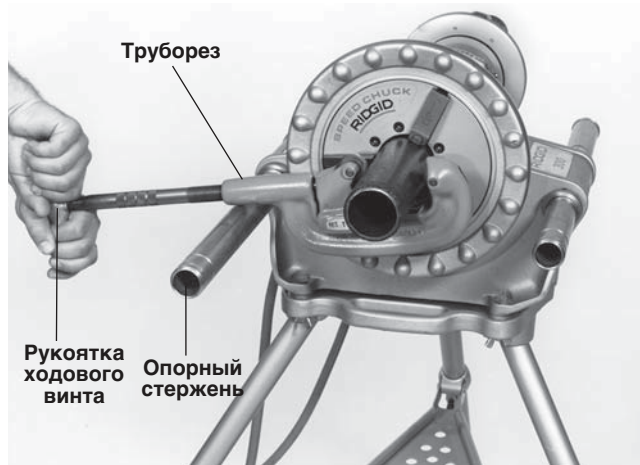

Рисунок 5 – Резание трубы ручным труборезом
2. Выровняйте ролики по отметке на трубе и установите корпус трубореза на левый опорный рычаг (рисунок 5). Вручную затяните труборез на заготовке с помощью рукоятки ходового винта, во время этого процесса режущие ролики должны находиться вровень с отметкой.
5. Обеими руками возьмитесь за рукоятку ходового винта трубореза (рисунок 5), надавите и держите педальный выключатель левой ногой.